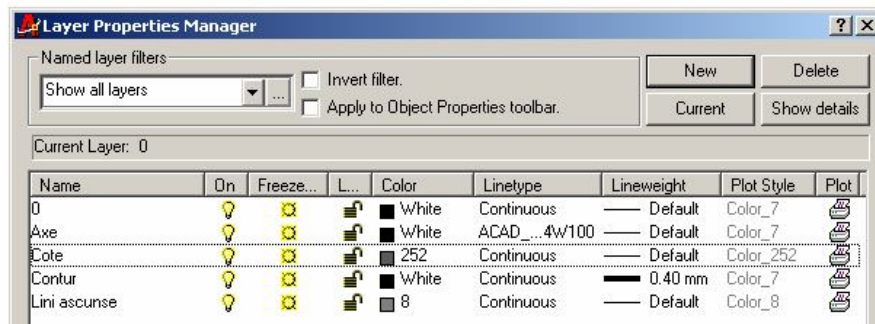

Fig. 13.2. Caseta de dialog pentru definirea layer-ilor
2. Folosind comanda *Layer*, diferitele elemente ale desenului vor fi grupate pe straturi. Fiecărui strat (layer) creat i se poate asocia o anumită culoare, un anumit tip de linie și o anumită grosime a liniei. Astfel, pentru realizarea următorului desen 2D se vor defini următoarele layere (fig. 13.2).